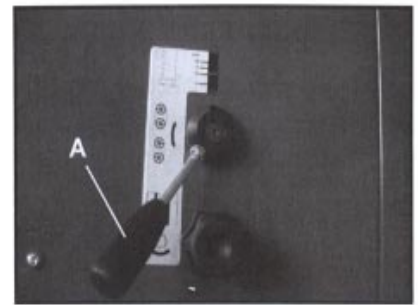

Fig. 7
5. Den Spannhebel (A. Fig.7) auf der Rückseite der Bandsäge lösen.
8. Das Band mit dem Spannhebel (A. Fig. 7) spannen. Das Bandrad mit der Hand antreiben. Läuft das Band dabei vom oberen Bandrad ab, muss dies mit der Regulierschraube (B. Fig. 7) justiert werden bis das Band in der Bandradmitte läuft.
Beispiel: Ist ein Sägeband mit einer Breite von 15mm auf der Maschine im Einsatz, muss der Zeiger auf die Markierung 15 zeigen. Darauf achten, dass der Spannhebel (A, Fig.7) gespannt ist.